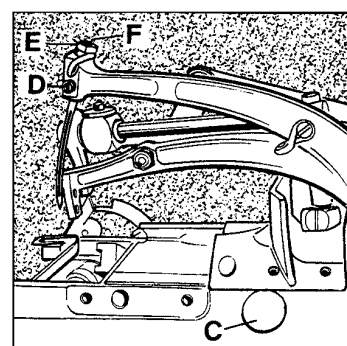

Fig.7
If adjustment is required remove plug (C, Fig. 7). Set screw for looper shaft is accessible through this hole. Loosen the screw and move the looper shaft to the right or to the left to obtain the 4 mm (5/32") respectively the 3.6 mm (9/64") distance. The looper point should pass as close as possible to the back of the needle without contacting it. Clearance 0.08 to 0.13 mm (0.003 to 0.005 in.). Retighten screw and remount the plug.
If adjustment is necessary, loosen set screw (D, Fig. 7) and remove needle, then loosen lock nut (E) and regulate the height adjustment screw (F) to set the needle to the required height. Retighten lock nut (E) to maintain this setting.
Ist eine Einstellung notwendig, entfernen Sie den Verschlussstopfen (C, Fig. 7). Durch diese Bohrung ist die Befestigungsschraube für die Greiferwelle zugänglich. Lösen Sie die Schraube und schieben Sie die Greiferwelle nach rechts oder links, bis der Abstand 4 bzw. 3,6 mm erreicht ist. Die Greiferspitze soll so dicht wie möglich hinter der Nadel vorbeigehen, ohne diese zu berühren (0,08 - 0,13 mm Abstand). Ziehen Sie die Schraube wieder an und montieren Sie den Verschlussstopfen.
Ist eine Einstellung notwendig, lösen Sie die Befestigungsschraube (D, Fig. 7) und entfernen Sie die Nadel; dann lösen Sie die Mutter (E) und regulieren die Höhen-Einstellschraube (F) entsprechend auf die richtige Nadelhöhe. Ziehen Sie die Mutter (E) wieder an, damit diese Einstellung erhalten bleibt.